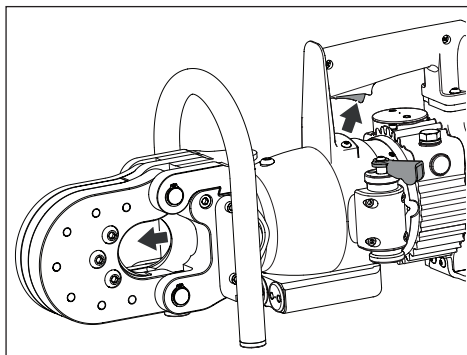

Figura 6, Avanzar pistón
- Mientras mantiene la palanca direccional en la posición 1, pulse y mantenga pulsado el gatillo para que avance el pistón y se deslice la cuchilla móvil hacia adelante. Véase Figura 6.